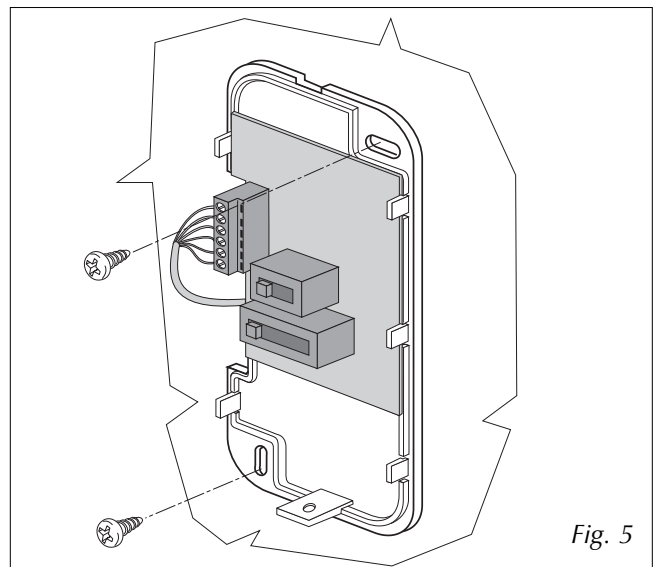

Fig. 5
- fissare a parete il pannello utilizzando gli appositi fori (fig.5);
- fixer le panneau à la paroi en utilisant les trous prévus à cet effet (fig. 5);
- position and secure the panel to the wall by means of the holes (fig. 5);
- die Fernbedienung mit Hilfe der vorgesehenen Bohrungen (Abb. 5) an der Wand befestigen;